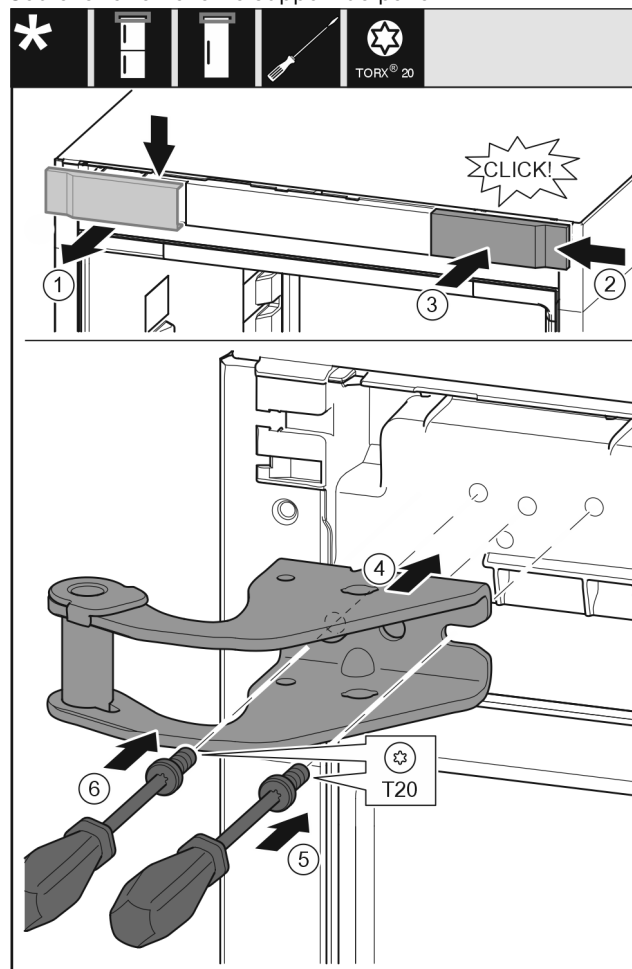

Fig. 15
- Retirer le cache du haut vers l'avant. Fig. 15 (1)
- Accrocher le cache tourné de 180° de l'autre côté à droite. Fig. 15 (2)
- Encliqueter le cache. Fig. 15 (3)
- Mettre en place le support de palier supérieur. Fig. 15 (4)
- Mettre en place la vis avec un tournevis T20 et la serrer. Fig. 15 (5)
- Mettre en place la vis avec un tournevis T20 et la serrer. Fig. 15 (6)